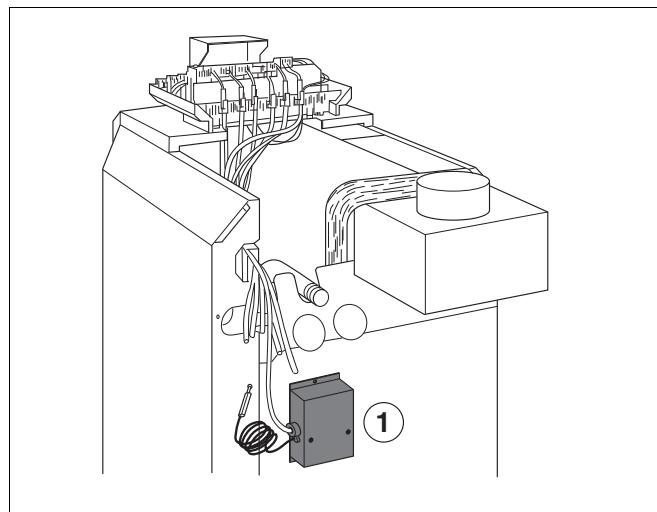

Рис. 2 Расположение блока управления G124 X - i Gaz 5000F - 28 / 32
- ▶ Закрепите блок управления системы контроля дымовых газов двумя самонарезающими винтами (рис. 2 - 5).